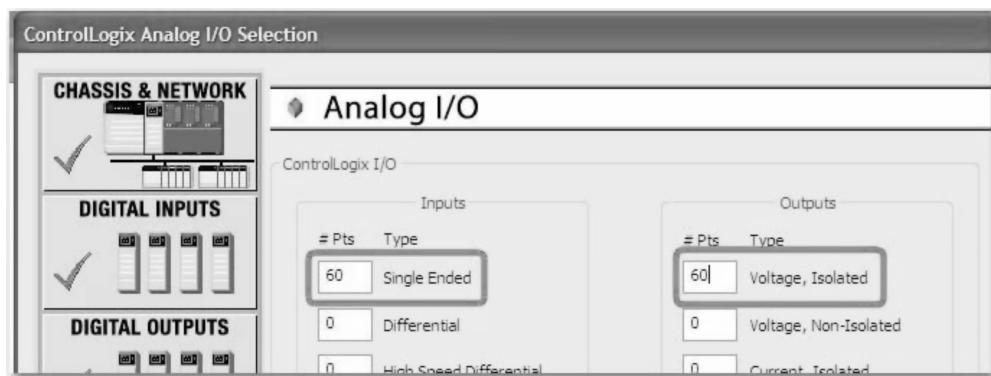

图 26-31 模拟量 I/O 设置图
11. 在“模拟量 I/O”（Analog I/O）页面中，于“单端输入”（Single Ended inputs）框内输入 60，并于“隔离电压输出”（Isolated Voltage Outputs）框内输入 60，如图 26-31 所示。